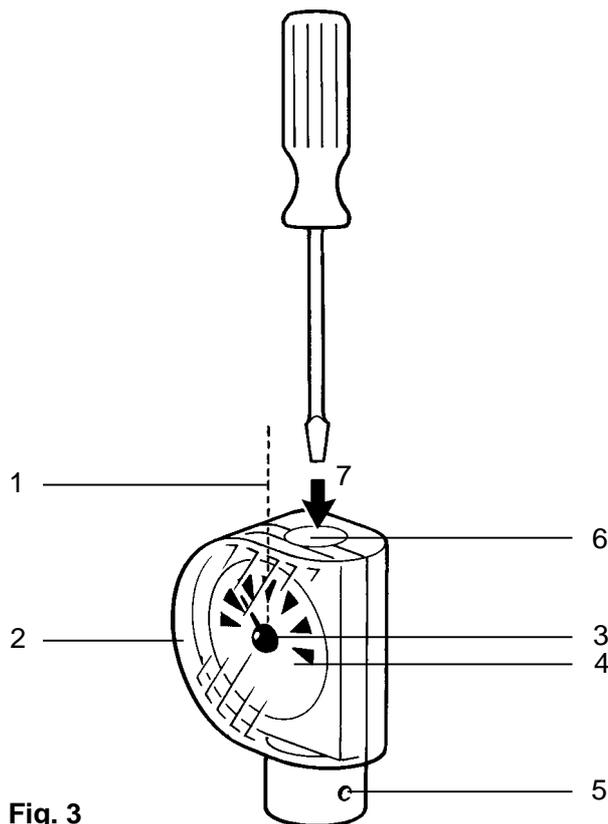
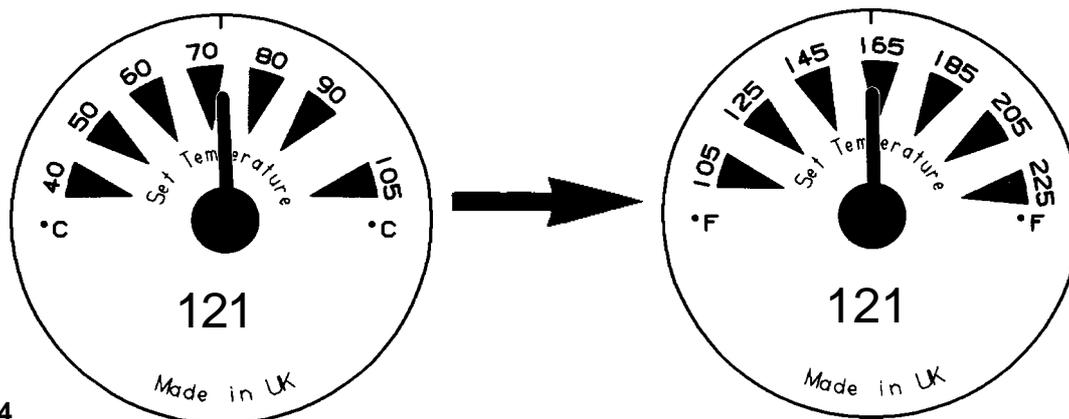

Fig. 3
Fig. 4
1. Selección de °C o °F (Ver Fig. 4)
1. Sacar el tapón (Fig 3, Item 6) y usar un destornillador para colocar el indicador (Fig 3, Item 3) en la marca de enmedio (Fig 3, Item 1)
2. Retirar la tapa transparente (Fig 3, Item 2)
3. Retirar el indicador de temperatura (Fig 3, Item 3)
4. Retirar la escala indicadora de temperatura (Fig 3, Item 4) y seleccionar °C o °F (Doble cara) según se requiera (Fig 4) y volver a colocar.
5. Volver a colocar el indicador a la posición de enmedio (Fig 3, Item 1)
6. Volver a colocar la tapa transparente.(Fig3,Item2)
4. Retirar la escala indicadora de temperatura (Fig 3, Item 4) y colocar en la posición deseada.
5. Volver a colocar el indicador (Fig 3, Item 3) a la posición de enmedio (Fig 3, Item 1)
4. Sacar los tornillos de sujeción del cabezal (Fig 3 item 5).
6. Volver a poner los tornillos de sujeción del cabezal (Fig 3, Item 5).
Para las siguientes instrucciones deberá hacer referencia a la **Fig. 3**. El termostato se suministra calibrado a la temperatura límite superior y debe ajustarse a la posición media in situ (Fig. 3, Item1). Para realizar ajustes, sacar el tapón y usar un destornillador para girar el indicador, en sentido de las agujas del reloj para disminuir la temperatura, y contra reloj para aumentarla. Una vez la planta en funcionamiento, convendrá comprobar si el termómetro marca igual que la escala de temperatura del regulador. Si existe alguna pequeña diferencia y se requiere un control preciso, puede hacerse un reajuste de la forma siguiente:-
1. Retirar la tapa transparente (Fig 3, Item 2) de cabezal y mover el indicador de temperatura (Fig 3, Item 3) hasta que corresponda a la temperatura real.
2. Volver a colocar la tapa transparente (Fig 3, Item 2).